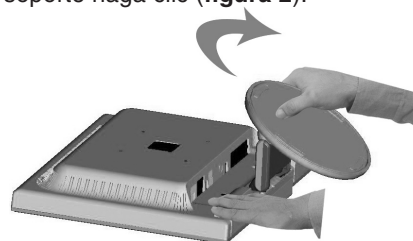

Figura 2
2. Extraiga el soporte sujetando el monitor con la otra mano hasta que el soporte haga clic (**figura 2**).